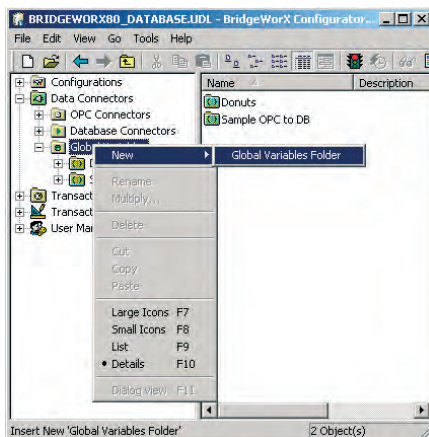

Рис. 32. Создание папки глобальных переменных
1. Создайте папку глобальных переменных. Для этого выберите раздел **Data Connectors** (Источники данных) и сделайте щелчок правой клавишей мыши (в дальнейшем – ПК) на папке **Global Variables** (Глобальные переменные). Выберите пункт **New** (Новая) – **Global Variables Folder** (Папка глобальных переменных), как показано на рис. 32. Присвойте ей имя **Recipe Number**.